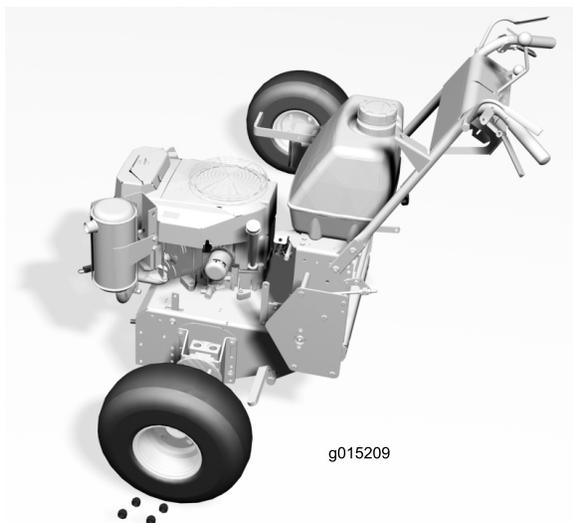

Figura 1
2. Retire ambas ruedas de la unidad de tracción (Figura 1).